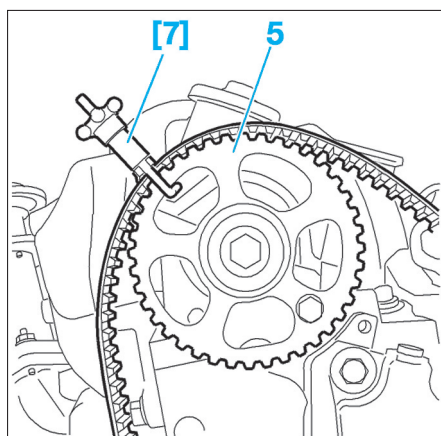

FIG. 17
- [7]. Pince courroie (Fig.17).
- Placer la courroie de distribution sur la roue dentée d'arbre à cames (5) et la maintenir en place avec un pince-courroie [7] (Fig.17).